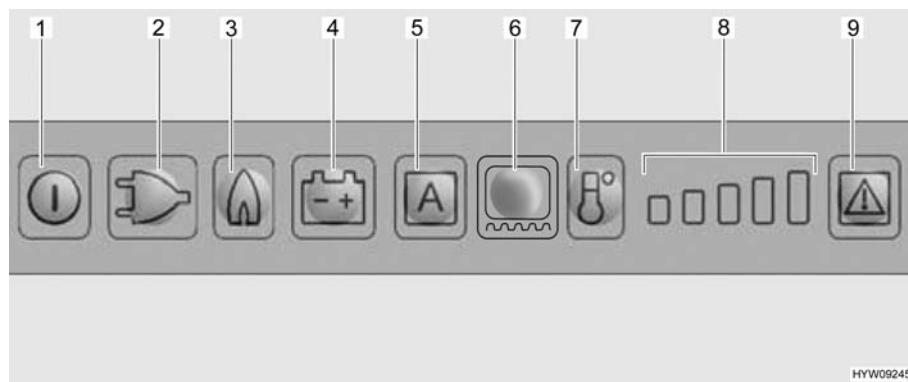

Fig. 143 Quadro comandi LED (frigorifero Dometic)
Contemporaneamente si inserisce l'accenditore elettronico. Se la fiamma del gas si spegne, p. es. a causa di un colpo di vento, l'accenditore viene subito azionato riaccendendo il gas. In caso di guasto del funzionamento a gas, i tasti luminosi relativi a gas (Fig. 143,3) e guasto (Fig. 143,9) lampeggiano e viene emesso un segnale acustico per 20 secondi.
Dopo l'accensione il frigorifero seleziona automaticamente la regolazione intermedia del termostato. Questa regolazione può essere modificata manualmente tramite il tasto di selezione del livello di temperatura (Fig. 143,7). Le spie di controllo (Fig. 143,8) indicano la temperatura selezionata sul termostato. Il tasto di selezione del livello di temperatura permette di regolare la temperatura di refrigerazione per tutti e tre i tipi di energia. Ci vogliono alcune ore prima che il frigorifero raggiunga la temperatura normale di esercizio. Cambiando la modalità di funzionamento la regolazione del termostato non viene modificata. La temperatura di refrigerazione è indipendente dal tipo di energia utilizzata.
- Accendere il riscaldamento del telaio per 2 ore: Premere una volta il tasto luminoso per il riscaldamento del telaio (Fig. 143,6). Sull'indicazione dei gradi di temperatura (Fig. 143,8) si accende una barra.
- Accendere il riscaldamento del telaio per 5 ore: Premere due volte il tasto luminoso per il riscaldamento del telaio (Fig. 143,6). Sull'indicazione dei gradi di temperatura (Fig. 143,8) si accendono due barre.
- Regolazione del riscaldamento del telaio ad esercizio continuo: Premere tre volte il tasto luminoso per il riscaldamento del telaio (Fig. 143,6). Sull'indicazione dei gradi di temperatura (Fig. 143,8) si accendono tre barre.
L'indicazione dei gradi di temperatura (Fig. 143,8) indica per alcuni secondi la durata di esercizio del riscaldamento del telaio.
Nel caso di temperature esterne ed umidità dell'aria elevate è possibile che si formino gocce d'acqua sul telaio in metallo del vano congelatore. Per questo motivo il frigorifero è dotato di un riscaldamento del telaio per il vano congelatore. Nel caso di temperature e umidità dell'aria elevate, accendere il riscaldamento del telaio con il tasto luminoso per il riscaldamento del telaio (Fig. 143,6). È possibile così evitare fenomeni di corrosione. Quando il riscaldamento del telaio è acceso, si accende il tasto luminoso (Fig. 143,6).
- Premere il tasto On/Off (Fig. 143,1) per circa 2 secondi. Il frigorifero si accende e viene visualizzato l'ultimo tipo di energia impostato, oppure "AES".
- Impostare la temperatura di refrigerazione con il tasto di selezione del livello di temperatura (Fig. 143,7). Le spie di controllo (Fig. 143,8) indicano la temperatura selezionata sul termostato.
- Premere il tasto On/Off (Fig. 143,1) per circa 2 secondi. Il frigorifero si spegne e le indicazioni smettono di lampeggiare.